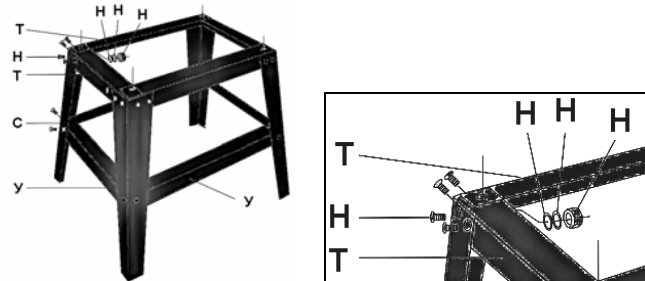

Рис. 4
9.1.3. Для мобильности строгальную машину необходимо установить на сборное основание. Как показано на Рис. 4, используя элементы крепления (Н), соберите и надёжно закрепите сборное основание, Рис.1; 4.